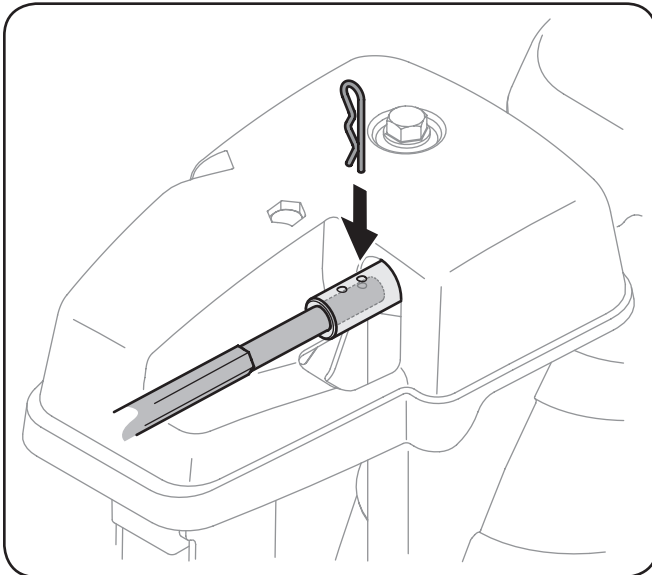

Figura 3-12
- Empuje la varilla hacia el panel de control hasta que el orificio en la varilla hexagonal se alinee con el orificio en la entrada de control del canal lo más cerca posible del cabezal de control del canal e inserte el pasador de chaveta. Vea la Figura 3-12.